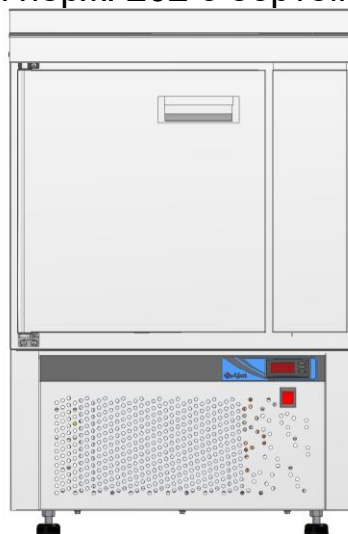

Рис. 1 СХН-60Н, СХН-70Н
- стол холодильный низкотемпературный с нижним расположением агрегата СХН-60Н столешница нерж. 202 с бортом (дверь) (см. рис. 1);